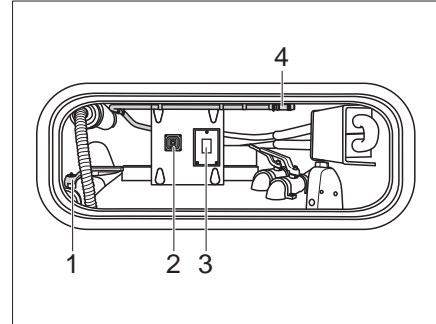

Bild 280 Kassette Zerhackertoilette spülen (Ansicht in Staukasten)
- Entleerungshahn (Bild 280,1) öffnen.
- Schalter (Bild 280,3) drücken.
- Schalter (Bild 280,2) für die Entleerungspumpe betätigen.
- Schlauch zur Tankreinigung (Bild 280,4) im Staukasten aushängen und an einen Wasseranschluss anschließen.
- Nach der Spülung Wasseranschluss abnehmen und Schlauch zur Tankreinigung (Bild 280,4) verstauen.
- Entleerungshahn (Bild 280,1) schließen.